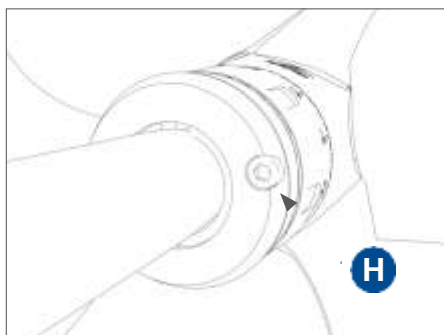
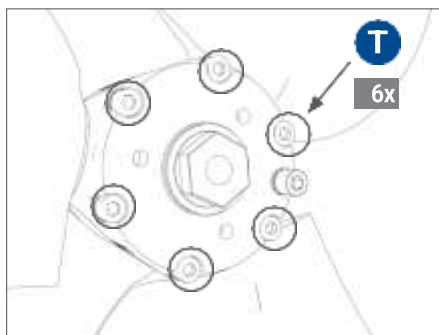

FIG. 29 Vite pinza elastica "H"
FIG. 30 Viti testa elica "T"
**NON DISASSEMBLARE L'ELICA PER NESSUNA RAGIONE, PERTANTO NON SVITARE MAI LA VITE "H" (Fig. 29) E NON SVITARE MAI LE VITI DI TESTA DELL'ELICA INDICATE CON LA LETTERA "T" (Fig. 30).**